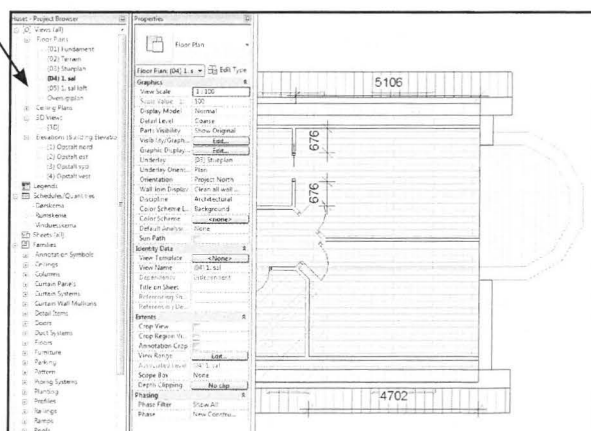

Fig. 09.29. Stå i 1. sal og tegn det manglende stykke væg.
Den bedste og også mest simple måde er at gå i (04) 1. sal i *Project Browseren* (Fig. 09.29).